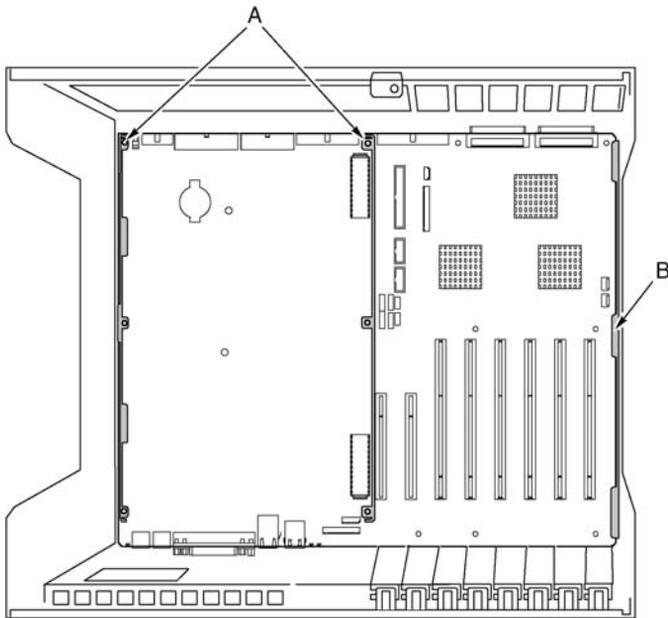

Abbildung 25 - Mainboardmontage
- 9 Entfernen Sie die sechs Schrauben, den Plastiküberzug und die zwei Prozessorboard-Halteklammern, mit denen das Mainboard am Elektronikschacht angebracht ist (Abbildung 25, A).
- 11 Auf einer Seite des Gehäuse ist das Board in eine Schaumstoffplatte eingesetzt (Abbildung 25, B). Heben Sie das gegenüberliegende Ende des Boards an und ziehen Sie den Rand des Boards aus den Schlitzern der Schaumstoffplatte heraus.
- 1 Während die Rückseite des Elektronikschachts auf Sie zeigt und das Mainboard so ausgerichtet ist, dass die I/O Anschlüsse an der Aussparung hinten links am Gehäuse ausgerichtet sind (Abbildung 25), senken Sie das rechte Ende des Mainboards in den Elektronikschacht und schieben Sie die Boardkante in die Schlitz der Schaumstoffplatte (Abbildung 25, B).
- b Die sechs Montagelöcher auf dem Mainboard (Abbildung 25, B) an den entsprechenden Gewindebohrungen im Boden des Elektronikschachts ausgerichtet sind.